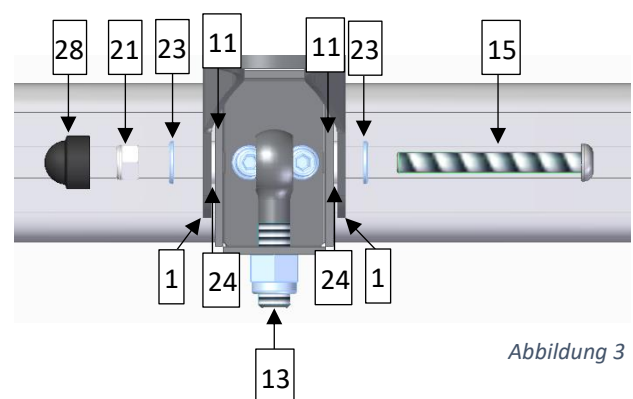
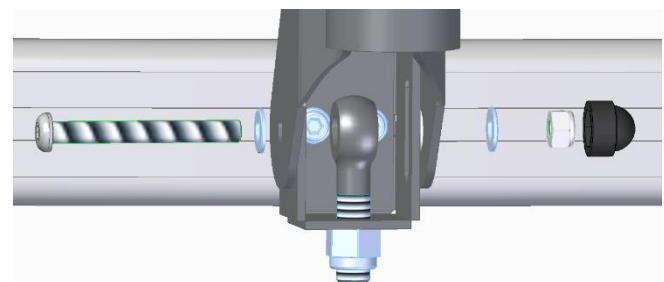

Abbildung 3
Abbildung 9
Anschließend können die Augenschrauben ohne Gelenkkopf (13) jeweils von innen durch die untere Bohrung der Verbindungsbleche (11) geführt werden (Die Mutter (19) dazu wird aber noch NICHT verschraubt!). Die Linsenkopfschrauben M8x70 (15) werden dann je durch (Abb. 3):
1. das Blech am Seitenrohr (Seitenrohr ist auf Abb. 3 ausgeblendet dargestellt),
Es darf nicht vergessen werden, die Verbindungsbleche (11) an der Spannschiene (3) fest zu ziehen. Dazu muss die Linsenkopfschrauben M8x70 (15 – Abb. 3 / Abb. 9) nochmals entfernt, die Sperrzahnschrauben M6x12 (18) angezogen und die Linsenkopfschraube (15) wieder wie in Abbildung 3 montiert werden.
Um den Träger abschließend noch am Fahrzeug zu festigen, wird nun die Sicherungsmutter M12 (19) auf die Augenschraube gedreht (Abb. 9) und gut angezogen (8Nm), sodass sich die Einhängekrallen (4) nicht mehr aus der Heckklappe aushängen lassen können.